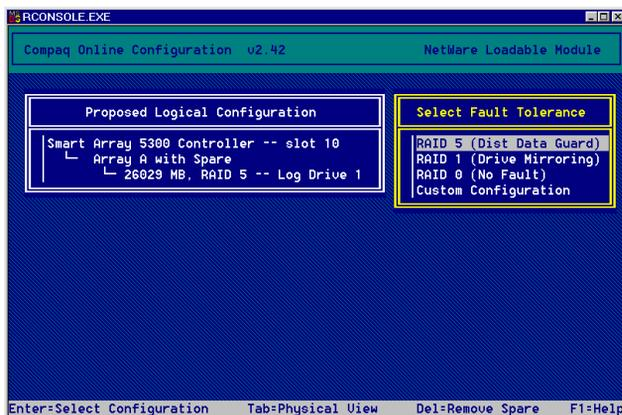

Figura 7-21: Procedura guidata di configurazione automatica dell'utility CPQONLIN
- Se per il controller non è stata configurata alcuna unità logica, viene visualizzata la procedura guidata di configurazione automatica (vedere la Figura 7-21).